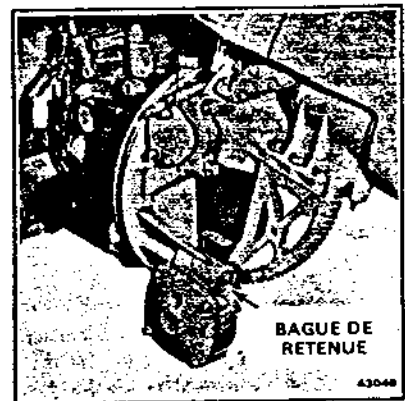

Figure 6-8
1. Déposer le jonc d'arrêt (voir Figure 6-8).